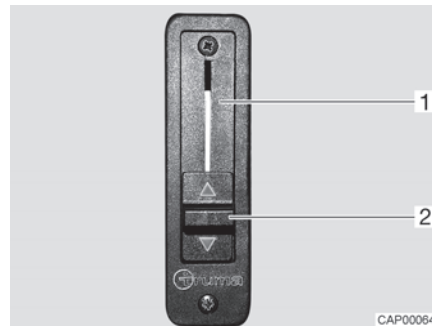

Bild 10 Schieberegler für Strangsperrre
- Schieberegler (Bild 10,2) ganz nach oben schieben. Die Strangsperrre (Bild 10,1) ist geöffnet. Die Wohnraumheizung beheizt auch die Frontscheibe.
- Schieberegler (Bild 10,2) ganz nach unten schieben. Die Strangsperrre ist geschlossen. Wohnraumheizung und Heizung des Basisfahrzeugs sind voneinander getrennt.